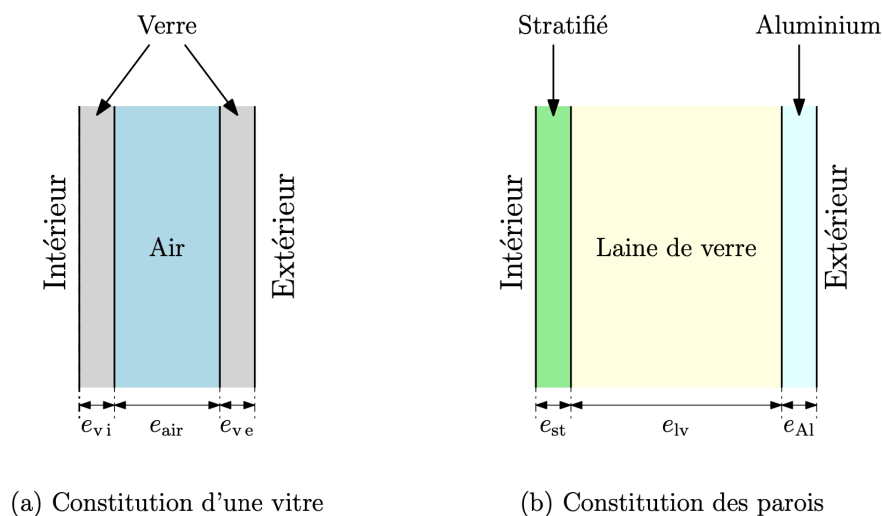

Fig. 1.2 – Constitution des parois et des vitres
- les vitres et le reste des parois (latérales, sol et toit) sont constituées de plusieurs couches comme schématisé figure 1.2 ;